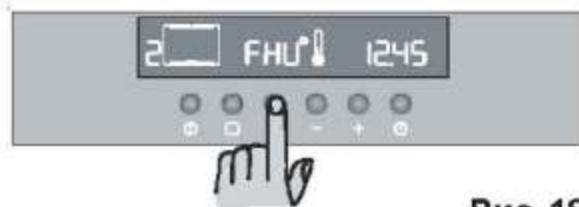

Рис. 18
- 1) Нажав клавишу **①**, включите духовой шкаф.
- 4) Нажмите клавишу **B**. На дисплее температуры появится индикация «FHU» (РЗГ) (рис. 18).